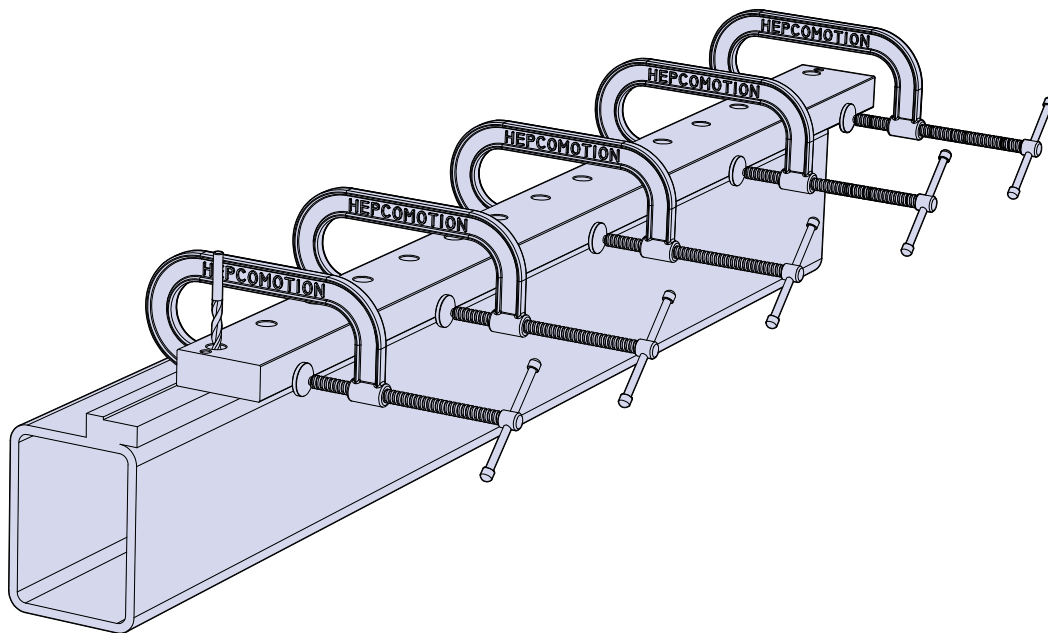

Figura 2
4. Ajuste la guía contra el registro en toda su longitud. Las mordazas de tornillo ofrecen un método adecuado para hacerlo, tal y como muestra la Figura 2.